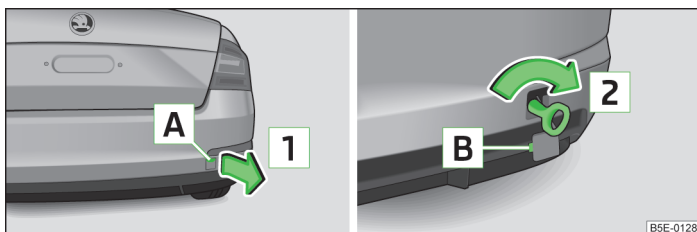

Abb. 204 Hinterer Stoßfänger: Ausbau der Abdeckkappe / Einbau der Abschleppöse
- Auf die Abdeckkappe im Bereich **A** » Abb. 204 drücken.
- Die Abschleppöse von Hand in Pfeilrichtung **2** » Abb. 204 bis zum Anschlag einschrauben » .